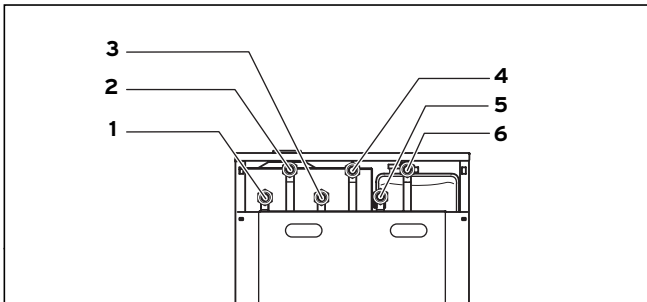

Abb. 5.1 Lage der Anschlüsse
- Schließen Sie den Heizungsvorlauf am Heizungsvorlauf-Anschluss (5) an, siehe Abbildung 5.1.
- Schließen Sie den Heizungsrücklauf am Heizungsrücklauf-Anschluss (6) an, siehe Abbildung 5.1.
- Schließen Sie den Warmwasseranschluss (WW) (4) an, siehe Abbildung 5.1.
- Schließen Sie den Kaltwasseranschluss (KW) (3) mit den entsprechenden Sicherheitseinrichtungen an, siehe Abbildung 5.1.
Gegebenenfalls kann am Anschluss (1, Abb. 5.1) eine Zirkulationsleitung angeschlossen werden.